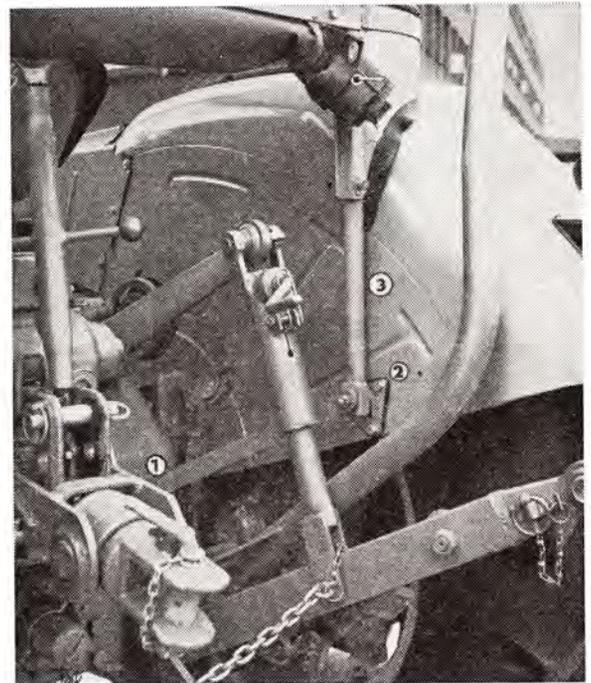

Abb. 95
- Die Schrauben M 10 der rechten oder linken Kotflügelstrebe (Abb. 95/1) sind zu lockern, die entscherte Kronenmutter ist abzuschrauben und die Strebe abzuneigen.
- Das Fahrerhaus ist auf das Dach umzulegen. Auf die Konsolenbolzen (Abb. 95/2) sind die Ösen des rückwärtigen (unteren) Kabinenteiles (Abb. 95/3) aufzuschieben, die Strebe ist wieder aufzuschieben und die Kronenmutter aufzuschrauben, aber nicht festzuziehen.